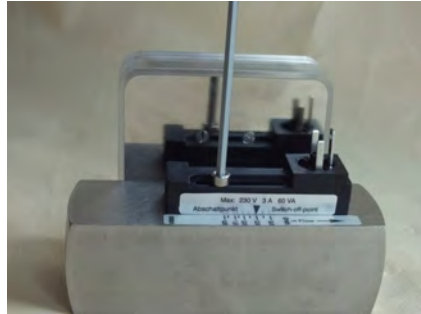

Abb. 69: Feststellschraube lösen
3. ➤ Feststellschraube (Abb. 69) des Schaltkontaktes mit einem Sechskant-Schraubendreher so weit lösen, dass der Schaltkontakt abgenommen werden kann
10. ▶ Feststellschraube (Abb. 69/1) wieder festdrehen, dabei Anziehdrehmoment einhalten (*↪ Kapitel 11.1 „Anziehdrehmomente“ auf Seite 82*)